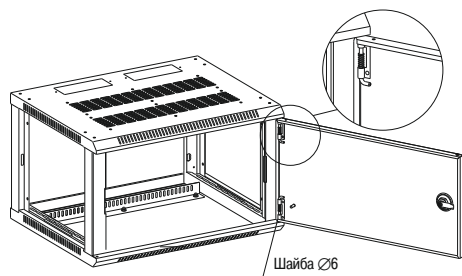

Рисунок 12
4.3.1 Установите дверь в каркас. При необходимости подложите под нижнюю петлю одну или две плоские шайбы диаметром 6 (рисунок 12).